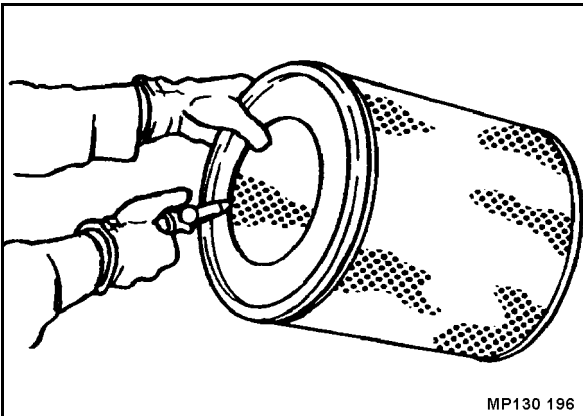

Рис. 137
- Продувать воздушный фильтр (Рис. 137) сухим сжатым воздухом (макс. 5 бар (72 фнт на кв. дюйм)), перемещая пистолет вверх и вниз, пока из фильтра не перестанет выходить пыль.